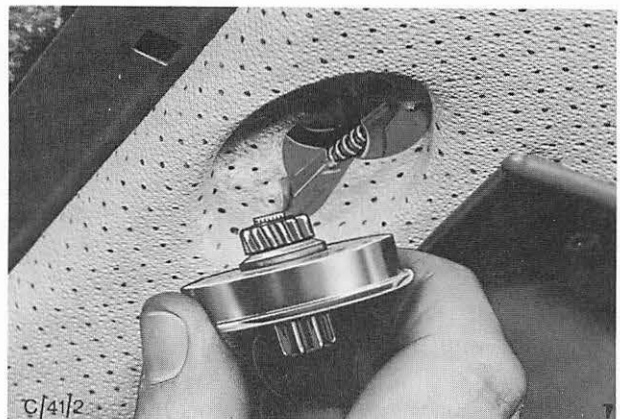

Abb. 13 Ausbau des Kurbelapparats
2. Kurbelapparat ausbauen (2 Schrauben). Abb. 13.